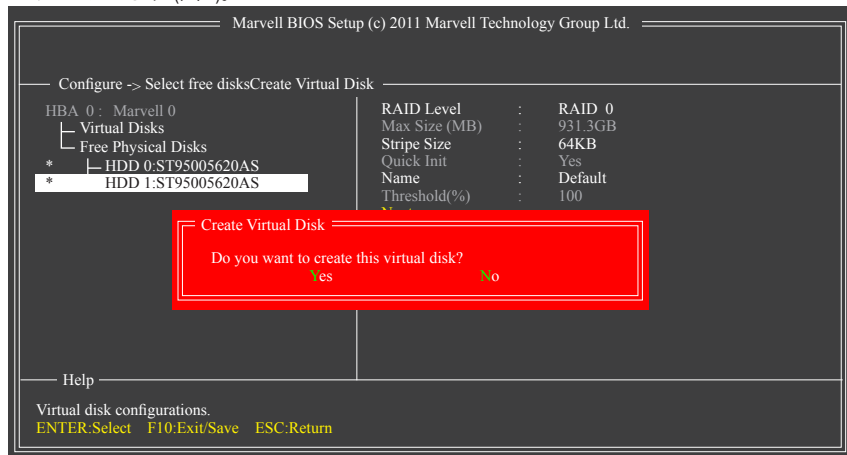

図 5
4. **Next:**上の設定を完了した後、**Next** に移動して <Enter> を押しアレイの作成を開始します。このアレイを作成するかどうかの確認を求められたら、<Y> を押して確認するか <N> を押してキャンセルします (図 5)。